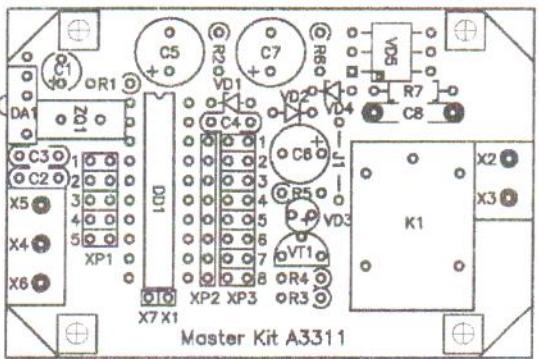

Рис.2 Монтажная схема
- Установите все детали согласно рис.2 в следующей последовательности: сначала проволочную перемычку L1, потом колодку под DD1, а затем все остальные элементы.